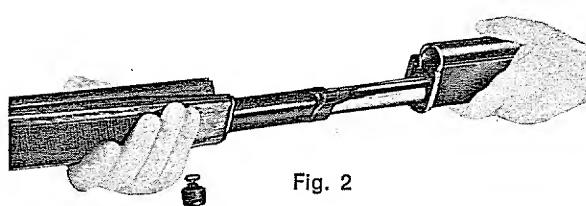

Fig. 2
- 2 — Sfilare l'asta (tav. 1° - I) con movimento rettilineo in avanti (fig. 2).
- 2 - slide fore-end forward off magazine tube (I - Table 2) (fig. 2).
- 2 - séparer le devant en le tirant vers l'avant le long du tube magasin (fig. 2 - table 2 - pièce I)